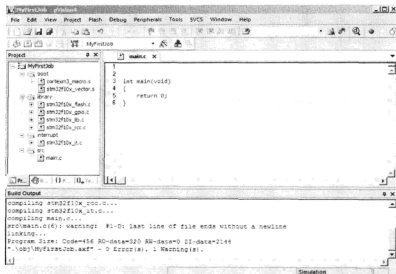

图 4.4.18 进行工程编译
- ⑤ 按下 F7(Build 的快捷键)进行编译,应该看到如图 4.4.18 所示界面。
图 4.4.18 中,最下面的 Build Output 区是编译信息框,开发人员可以从中获取编译信息,如代码量、错误信息和警告信息等,可以发现此次编译结果为:0 Error(s),1 Warning(s),即“0 个错误,1 个警告”;同时可以看到对这个警告的解释为:last line of file ends without a newline. 这是 gcc 编译器一个很常见的警告,意思是当前文件(main.c)并不是以一个空行结尾,只要在 main.c 的最后加上一个空行再编译就可以去掉这个警告了。